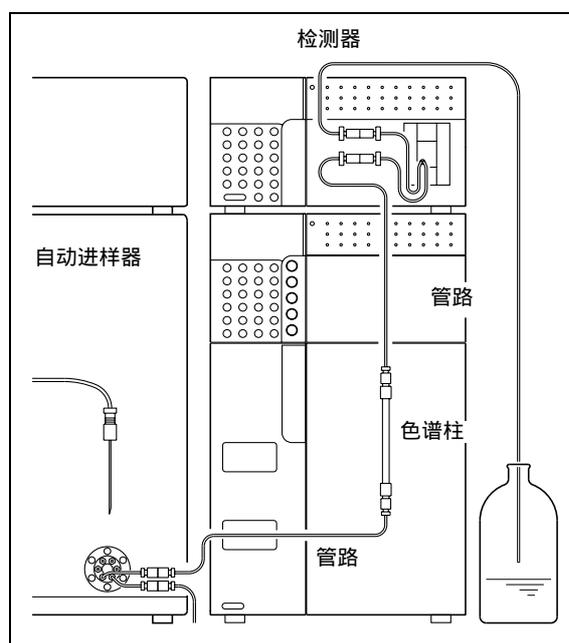

图 7.11
- 4 清洗完成后，将流动相（水与甲醇的混合剂 (3/2, (v/v)）倒入贮液瓶，然后将色谱柱重新连接到 LC 系统 (图 7.11)。